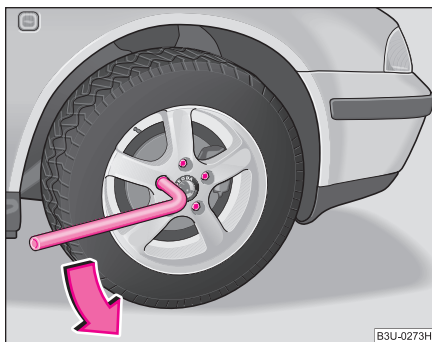

Fig. 190 Înlocuirea roții: Slăbirea prezoanelor de roată
- Prindeți cu mâna capătul cheii și rotiți șurubul cca. o rotație spre stânga ⇒ fig. 190.